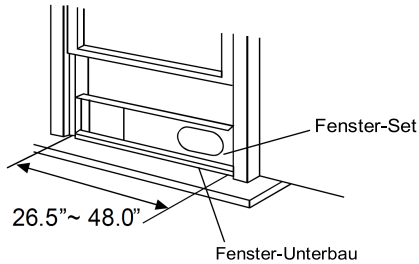

Abb.9
2. Bringen Sie das Fenster-Einschub-Set auf dem Fenster-Unterbau an. Passen Sie die Länge des Fenster-Einschub-Sets entsprechend der Fensterbreite an, kürzen das einstellbare Fenster-Set, falls die Fensterbreite weniger als 26,5 Zoll beträgt. Öffnen Sie den Fensterflügel und bringen das Fenster-Einschub-Set auf den Fenster-Unterbau. Abb.9